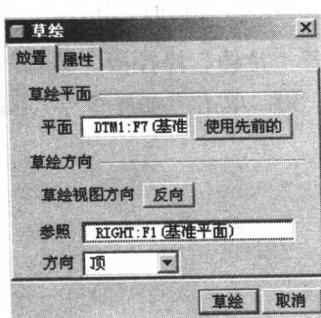

图 1-13 “草绘”对话框
(13) 在“模型树”中单击选择 DTM1 (基准平面 1)，然后单击“草绘工具” \square 按钮，打开“草绘”对话框，如图 1-13 所示。在“草绘”对话框中单击“草绘” \square 按钮，开始绘制草图。